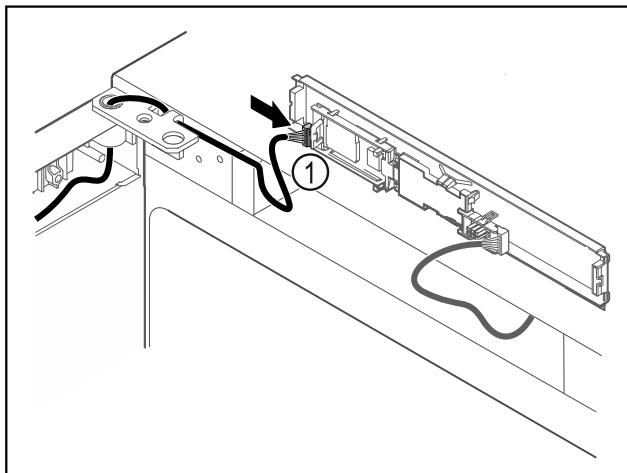

Fig. 65
- ▶ Sätt i kontakten Fig. 65 (1) på kretskortet.